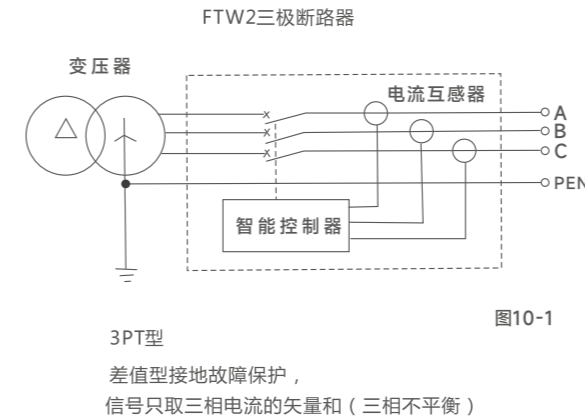
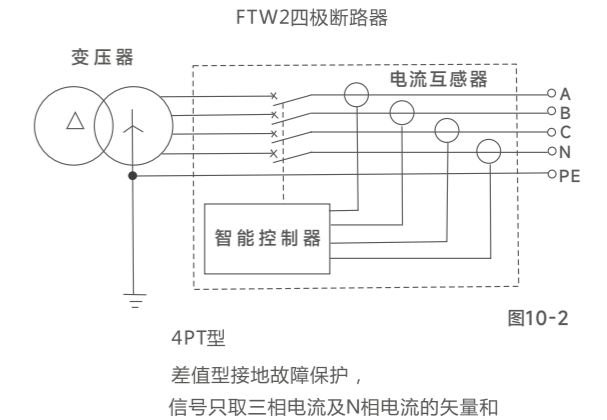
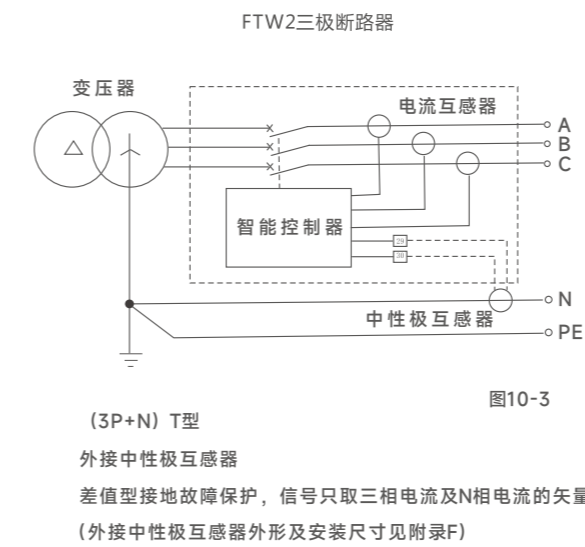
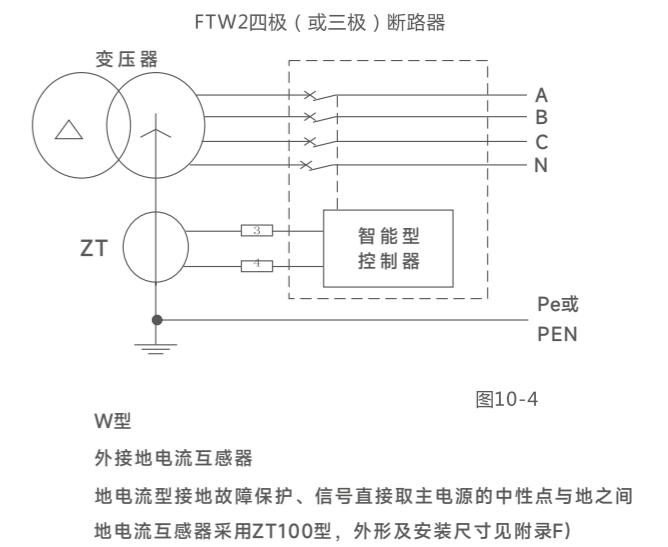

图10-1
图10-2
图10-3
图10-4
c) 接地故障保护电路（见图10-1、图10-2、图10-3、图10-4）